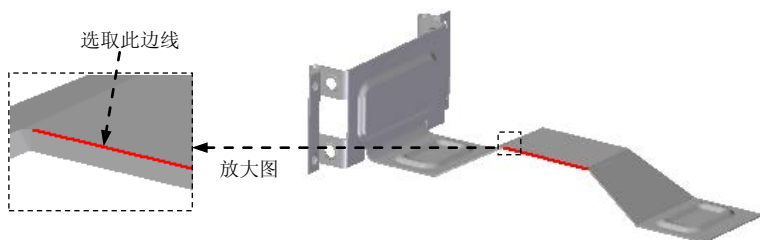

图 8.11.48 选取曲线
- (1) 选取要镜像的特征。选取上一步所创建的加强筋特征为镜像源。
- (2) 选择命令。单击“主页”功能选项卡“阵列”工具栏中的  镜像 按钮。
- (3) 定义镜像平面。在命令条“创建起源”选项下拉列表中选择  垂直于曲线的平面 选项；选取图 8.11.48 所示的曲线，在命令条 位置: 文本框中输入值 0.5，并按 Enter 键。